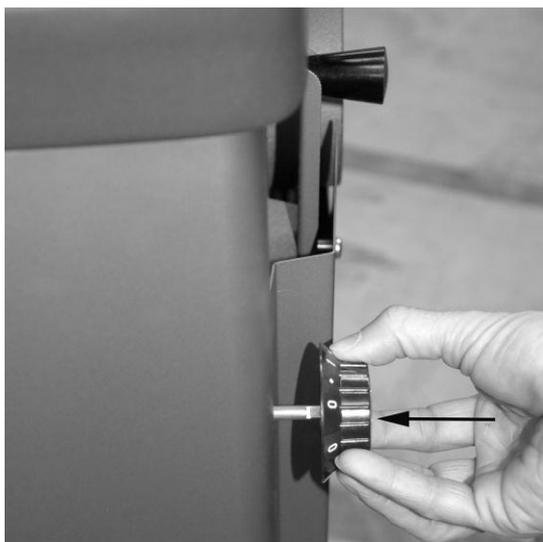

Abbildung 2: Montage des Leistungsreglerknopf
- Den Leistungsreglerknopf an der rechten Seite auf die Reglerachse stecken (siehe Abb. 2).